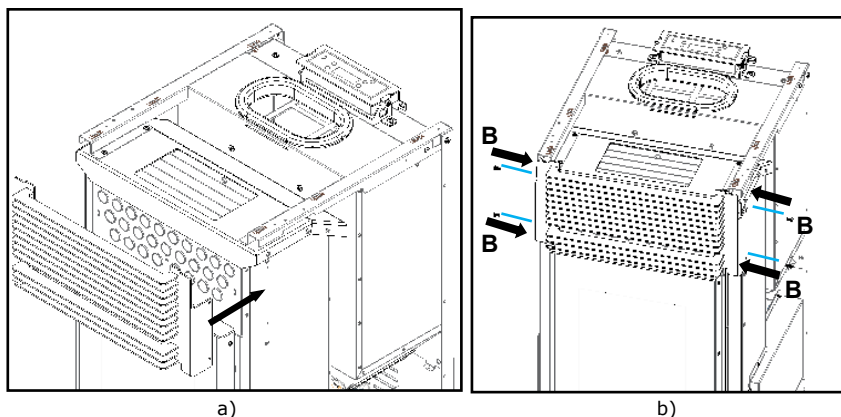

Figura 94 – Aperto da grelha frontal
a) Encaixar e aparafusar a grelha frontal do kit 1, utilizando quatro parafusos **B** (DIN 7981 4,2x9,5), como demonstra a Figura 94.